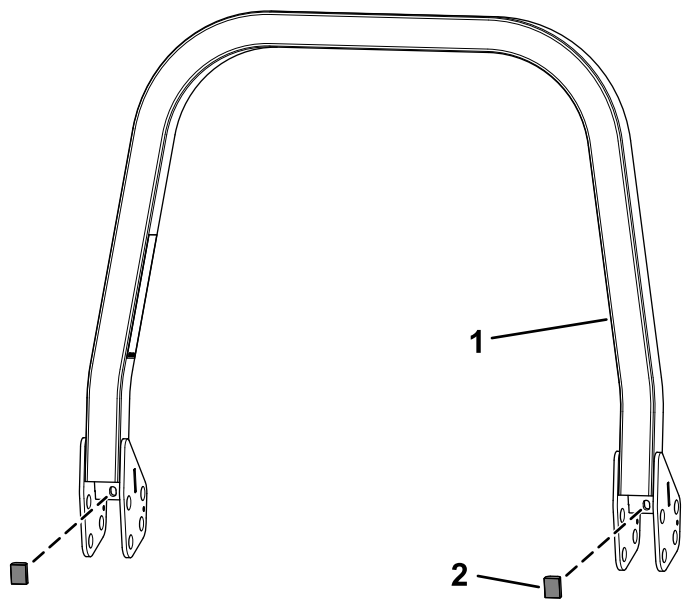

Figura 2
2. Fissate i 2 paraurti al gruppo roll bar superiore (Figura 2).